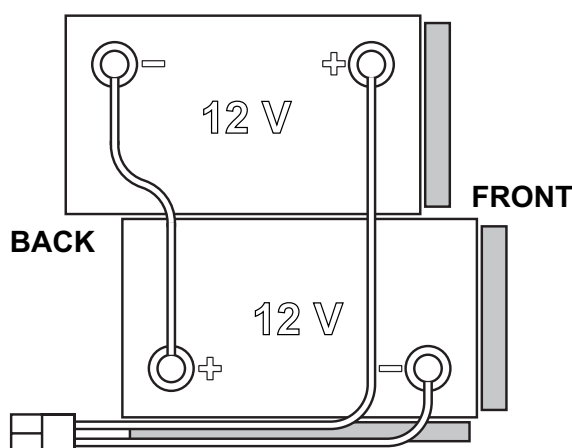

Figura 1
A máquina requer 2 baterias de 12 V, ligadas conforme o diagrama indicado na Figura 1.
1. Retire a chave do operador (41).
2. Desligue o conector (9) das baterias.
3. Levante a tampa (34) e verifique se o reservatório da água de recuperação (33) está vazio. Caso contrário, esvazie-o através do tubo de descarga (12).
4. Feche a tampa (34).
5. Segure a pega (16) levante o reservatório com cuidado (33).
7. Posicione e instale os cabos das baterias conforme o ilustrado no diagrama da Figura 1. De seguida, aperte com atenção a porca em cada terminal das baterias.
8. Ligue o conector (9) das baterias.
9. Segure a pega (16) baixe o reservatório com cuidado (33).